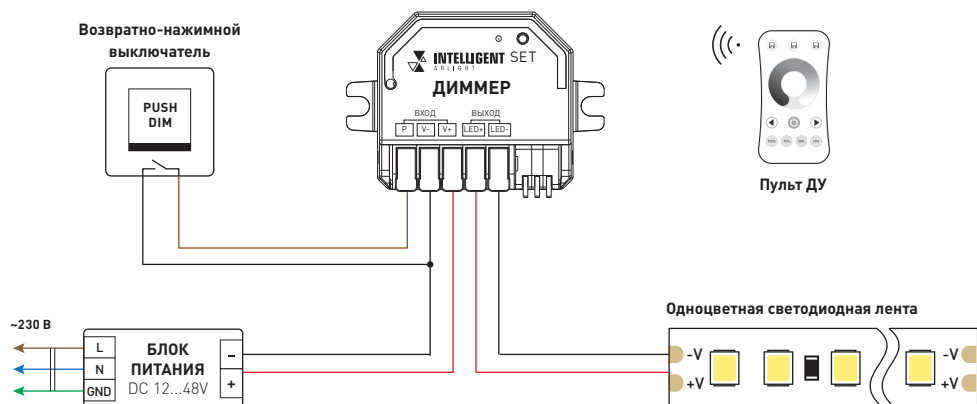

Рис. 3. Схема подключения диммера
- 3.3. Подключите диммер согласно схеме на рис. 3